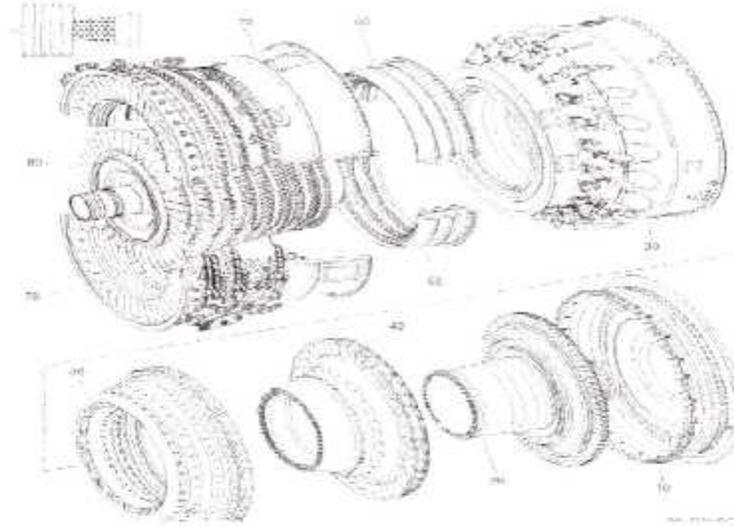

Fig.III.98: Les Etapes de Dépose du Carter avant et Arrière du Stator HPC du Module Major Core.
- Cette procédure donne des étapes pour déposer le carter avant et arrière du stator HPC du Module Major Core. (fig.III.98)